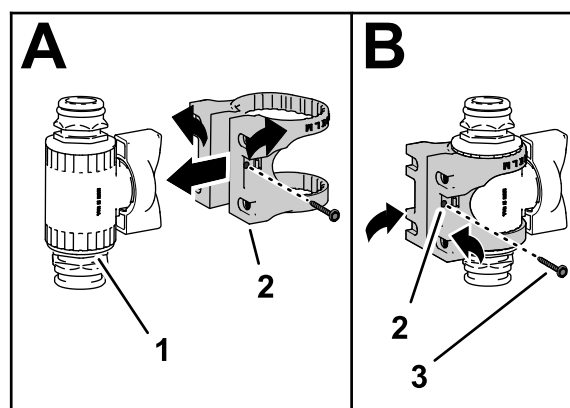

Figure 27
4. Montez le support de vanne sur la vanne de commande droite, comme montré en A à la Figure 27.
5. Fixez le support de montage sur la vanne de commande à l'aide d'une vis à embase (n° 6), puis serrez la vis à la main (B de Figure 27).